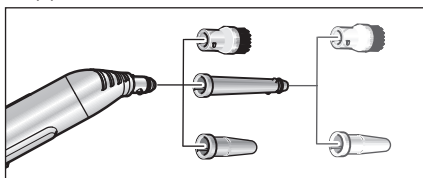

Fig. 6: Tilbehør til punktstråledysen.
- For å øke rengjøringseffekten ved arbeid med punktstråledysen (D1), kan du bruke denne sammen med forlengeren (D2), rundbørsten (D3) eller powerdysen (D4) (se fig. 6). Før de to utsparingene på delen som skal settes på, på nesene på punktstråledysen. Drei den påsatte delen med urviseren til den stopper.